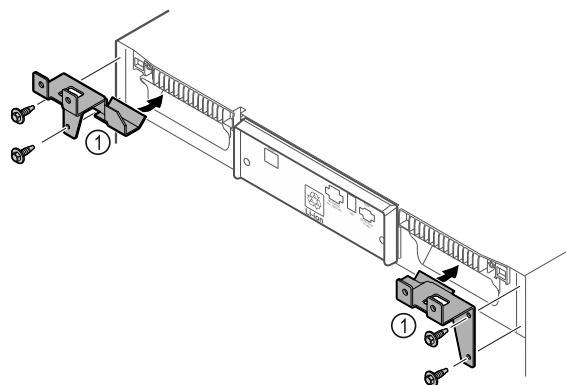

Fig. 12
- ▶ Držali Fig. 12 (1) montirajte na napravo s samoreznimi vijaki.